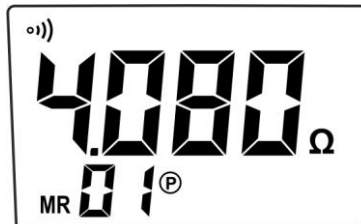

Fig. 29: Rellamada de los datos en el visualizador
2. Pulse de forma prolongada (>2s) la tecla **MEM** para encender en el área de memoria. Es instrumento muestra el último dato guardado en memoria y el símbolo "MR" (ver la Fig.29)